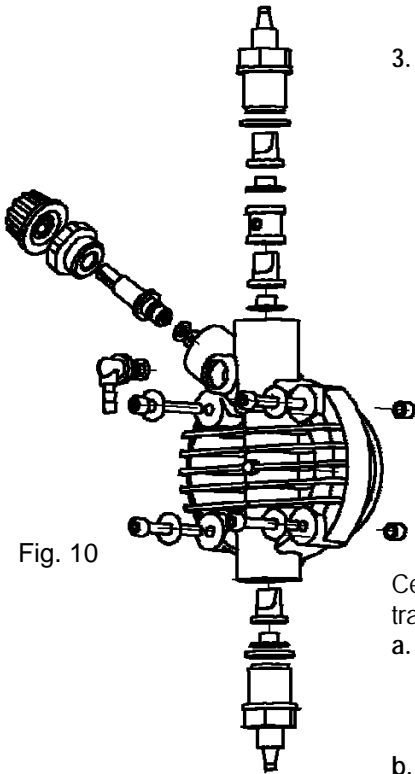

Fig. 10
2. Contrôlez au moins tous les six mois le fonctionnement de la pompe, l'étanchéité des vis et des joints, effectuer des contrôles plus fréquents avec des liquides plus agressifs, contrôler en particulier la concentration d'additif dans l'installation ; une réduction de cette concentration pourrait être déterminée par l'usure des soupapes (qui dans ce cas doivent être remplacées en faisant attention au moment du remontage comme dans la Fig. 10) ou bien par le bourrage du filtre qui doit être nettoyé comme indiqué au point suivant 3.
Pour effectuer cette opération, si l'appareil n'est pas fixé à l'installation on peut le faire tressauter pendant quelques secondes (15-30) en le retournant avec les tubes non branchés aux raccords, si ce n'est pas possible démonter et remonter le corps de la pompe (Fig. 10), moyennant les quatre vis de fixation.
Étant donné la solidité du système, aucune panne d'origine vraiment mécanique ne se produit. Il peut y avoir parfois des fuites de liquides de certains raccords ou bagues de fixation des tubes desserrés, ou plus simplement encore à cause de la rupture du tube de refoulement. Ces fuites sont très rarement dues à la rupture de la membrane ou à l'usure du joint d'étanchéité de celle-ci. Dans ce cas les composants sont à changer en dévissant les quatre vis du corps de la pompe (Fig. 10), en remontant ces vis, les serrer de manière uniforme avec une valeur maximale de couple recommandée de 180÷200 NxcM. Après avoir éliminé la cause de la fuite, nettoyer la pompe doseuse en éliminant tous les éventuels résidus d'additif stagnants car ils risquent d'endommager le boîtier de la pompe.
- Démonter les soupapes d'aspiration et refoulement, les nettoyer et les remonter dans la même position (Fig. 10). Si ces soupapes ont des espèces d'enflures, contrôler sur le tableau prévu à cet effet la compatibilité de l'additif avec le type de soupape montée sur la pompe (soupape standard en Viton®; ou un autre élastomère compatible ; sur demande sont disponibles les soupapes à sphère).
Pour remplacer la membrane dévisser les quatre vis, dévisser la membrane, la remplacer en même temps que l'O'Ring, remonter le tout en ayant soin de serrer les vis de manière équilibrée (visser alternativement en croix en respectant la prescription de couple de serrage indiquée sur la fig. 10).